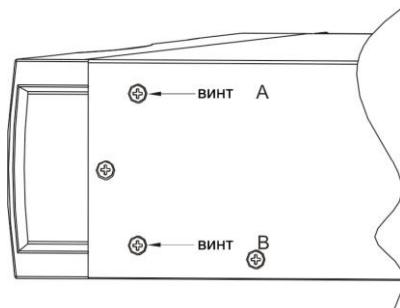

Рис. 10 Кронштейн для установки в 19" шкаф
(3) Завинтите два винта M4, как показано на Рис. 10 (симметрично с обеих сторон, всего четыре винта).